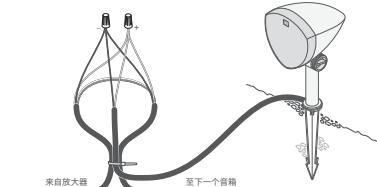

图 8
8. 剪切左扬声器或右扬声器的两根正确电线(参见下表),剥去埋地线裸露端3/4英寸(约1.9厘米)的绝缘层,然后从相应扬声器尾纤的端部剥去3/4英寸(约1.9厘米)的绝缘层(见图8)。
9. 制作一个大约10英寸(约25厘米)的环路,使用扎带将线环和扬声器尾纤固定到位,以消除应力(见图8)。